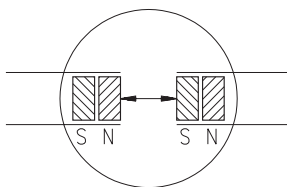

Abb. 12: Ermittlung der Polarität. Ansetzen des Magnetbandes
- Vor dem Ansetzen die Polarität überprüfen. Die beiden Enden müssen sich anziehen (ggfs. Kompassnadel benutzen). Falls gleiche Polarität, ein Band um einen halben Polabstand kürzen (Abb. 12).